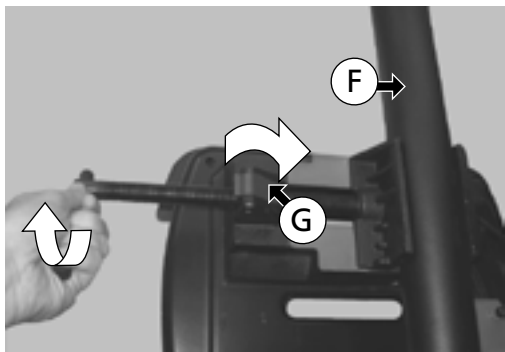

Fig. 18
4. Levante e rode novamente "meio passo de rosca" (G) - (Fig. 18) - para fixar o parafuso. Pressione a manivela do parafuso de modo que a peça a cortar fique firmemente fixada no torno - (Fig. 18).